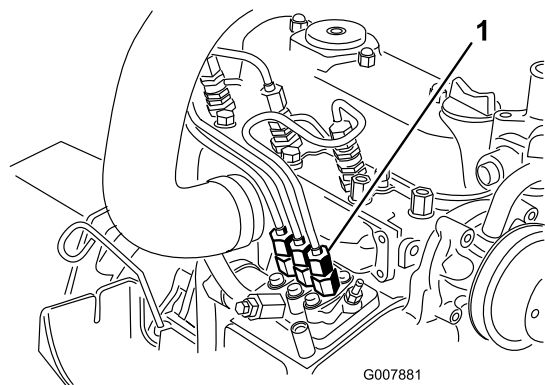

Рисунок 41
1. Поместите ветошь под соединение трубки, выходящей из насоса для впрыска топлива и идущей к соплу инжектора № 1, как показано на Рисунок 41.